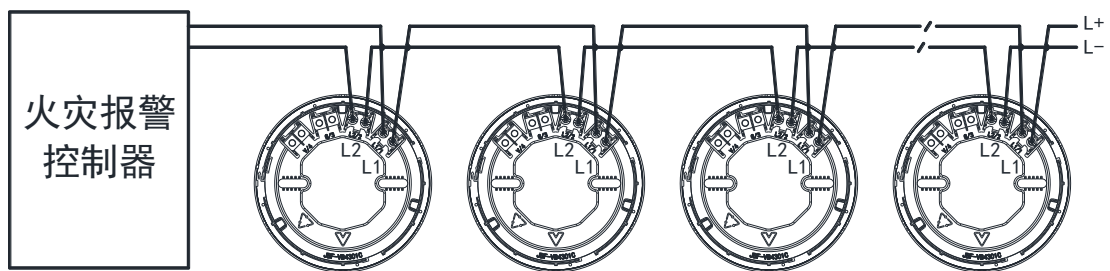

图 3 配接 JBF-VB4301C 图例
- 施工中建议使用截面积 $\geq 1.0\text{mm}^2$ 的阻燃双绞线（ZR-RVS2*1.0mm²），L+、L-分别接在安装底座的端子 L1、L2 上，无需区分极性，如图 3；